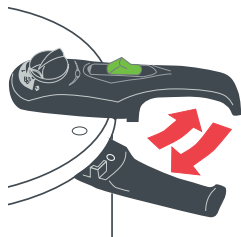

Fig.5
Manche de l'autocuiseur (10) Il permet de déplacer et de transporter l'autocuiseur, et s'emboîte avec le manche du couvercle lorsque vous tournez ce dernier dans le sens des aiguilles d'une montre (Fig. 5).